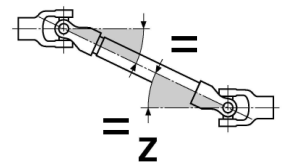

Fig. 26
- Cuando opere la máquina, intente dar con ángulos de unión pequeños e idénticos. (Fig. 26 y 27)
- Una combinación de un pliege Z y W no está permitido. (Fig. 26+27)